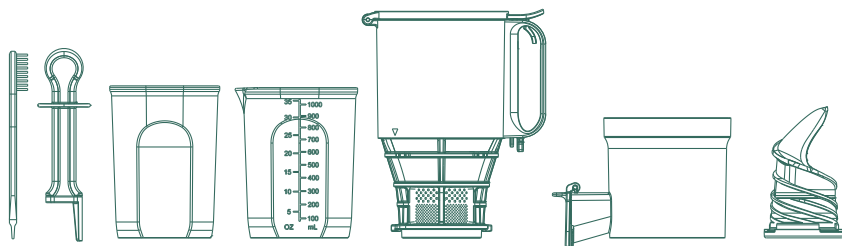

Fig. 14
2. Lavare le parti smontate (Fig. 14) con acqua. Se il setaccio è intasato dalla polpa, utilizzare il pennello per la pulizia fornito per rimuoverlo.